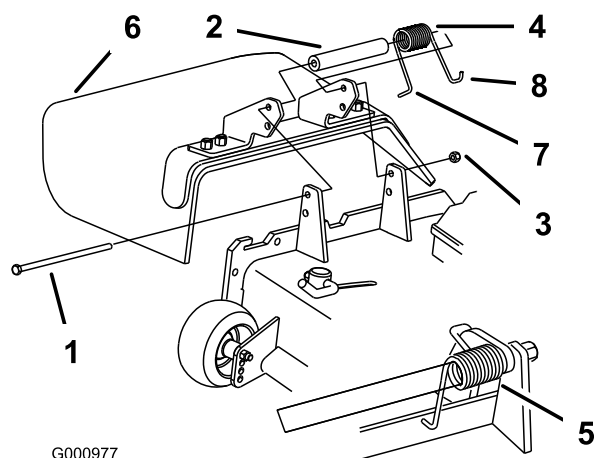

Figura 85
1. Retire la contratuerca, el perno, el muelle y el espaciador que sujetan el deflector a los soportes de pivote (Figura 85). Retire el deflector de hierba dañado o desgastado.
Nota: Asegúrese de colocar el extremo en L del muelle detrás del reborde de la plataforma antes de instalar el perno, según muestra Figura 85.
3. Instale el perno y la tuerca. Coloque el extremo en **J** del muelle alrededor del deflector de hierba (Figura 85).